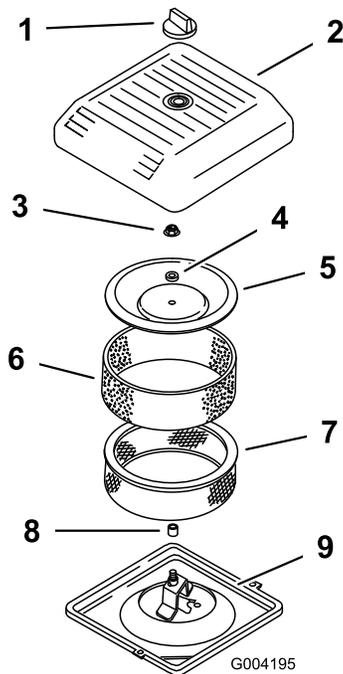

Figura 18
2. Desenrosque el pomo y retire la cubierta del limpiador de aire (Figura 18).
3. Deslice cuidadosamente el pre-filtro de gomaespuma para separarlo del elemento de papel (Figura 18).
4. Desenrosque la tuerca de la tapa y retire la tapa, el espaciador y el filtro de papel (Figura 18).
2. Coloque el conjunto del limpiador de aire sobre su base (Figura 18).
3. Instale la tapa y el espaciador y fíjelos con la tuerca de la tapa (Figura 18). Apriete la tuerca a 11 N-m.
4. Instale la tapa del limpiador de aire y sujétela con el pomo (Figura 18).